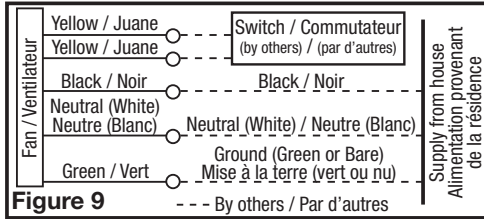

Figure 9
- 2a. Continuous Ventilation:** For two speed fans wired for continuous ventilation, connect the White wire of the fan to the White (Neutral) wire from the power source. Connect the ground wire from the house to the green wire from the fan housing. Run 2 wires from a properly grounded wall switch (not included) to the fan. Connect the Black wire of the fan to the Black wire (Hot) from the power source. Connect the Hot Yellow wire from the fan to the input of the switch. Connect the second Yellow wire from the fan to the output side of the switch. Closing the switch will change from normal to high speed (Figure 9).
- 2a. Ventilation continue:** Pour les ventilateurs à deux vitesses, raccordés pour une ventilation continue. Connectez le fil blanc du ventilateur au fil blanc (neutre) de la source d'alimentation. Connectez le fil de terre de la maison au fil vert du ventilateur. Connectez le fil noir du ventilateur au fil noir (chaud) de la source d'alimentation. Utilisez un interrupteur à bascule standard duplex, correctement mis à terre, pour relier le fil jaune chaud du ventilateur à l'entrée de l'interrupteur. Connectez le deuxième fil jaune du ventilateur au côté de sortie du commutateur. Fermer l'interrupteur changera la vitesse de normale à haute vitesse (Figure 9).